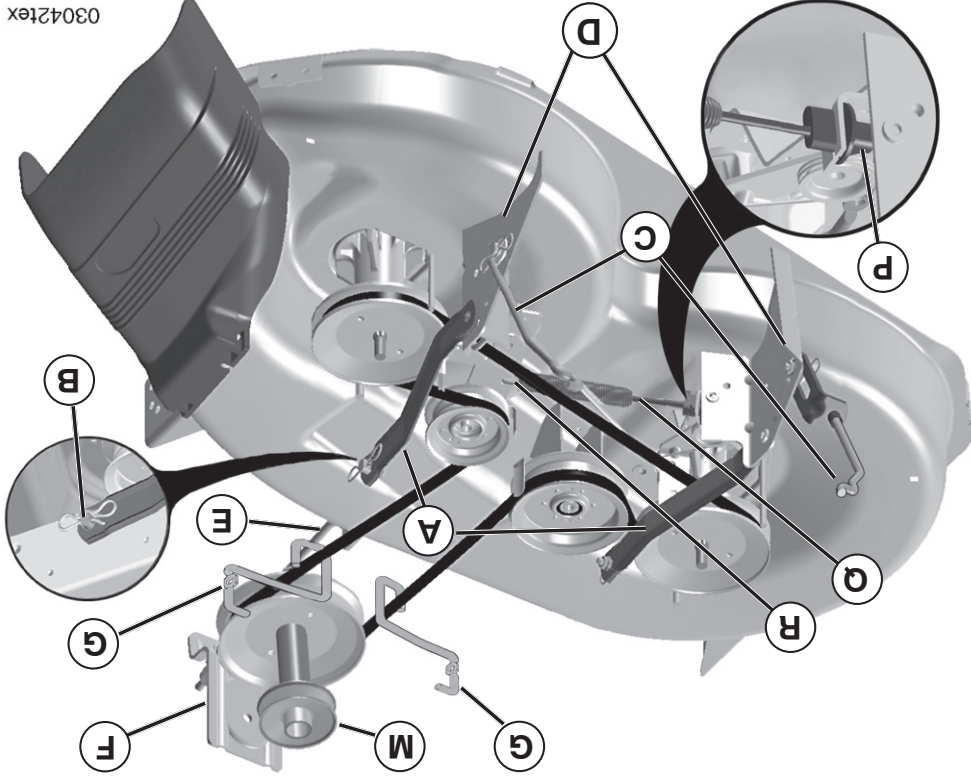

Fig. 20
**CÉSPED (Vea Fig. 20)**
- Ruede la correa de polea del motor (M).
- Presione la guía de la carcasa (F) y deslicela hacia afuera del soporte.
- Retire el resorte del cable del embrague (Q) del brazo del engranaje (R).
- Desconecte la pieza de unión anterior (E) de la cortadora – retire el resorte de contención y la arandela.
- For uno de los lados de la cortadora, desconecte el brazo de suspensión de la cortadora (A) del chasis y la pieza de unión posterior (C) de la barra posterior de la cortadora (D) – retire los resortes de contención y las arandelas.
## INSTALE LA SEGADORA (Vea Fig. 20 - 25)